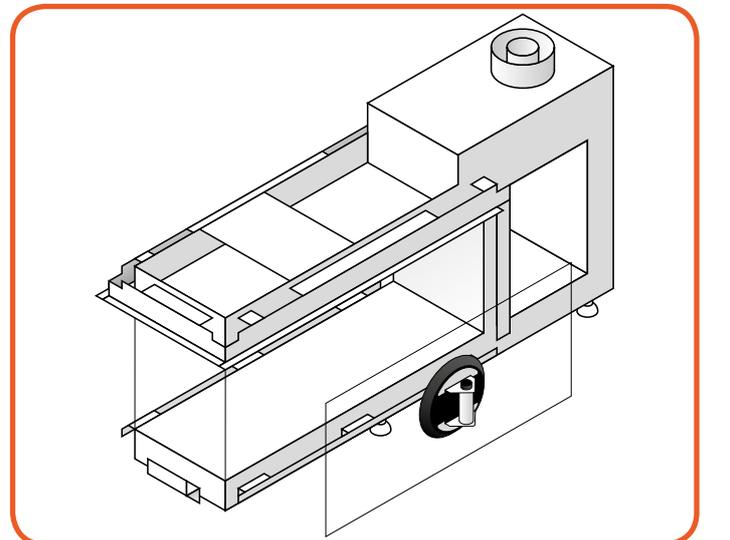

Abbildung 10-6: Herausnehmen der Scheibe
- Heben Sie das Glas leicht an und neigen Sie es etwas, um es aus der Öffnung zu ziehen (siehe Abbildung 10-6).